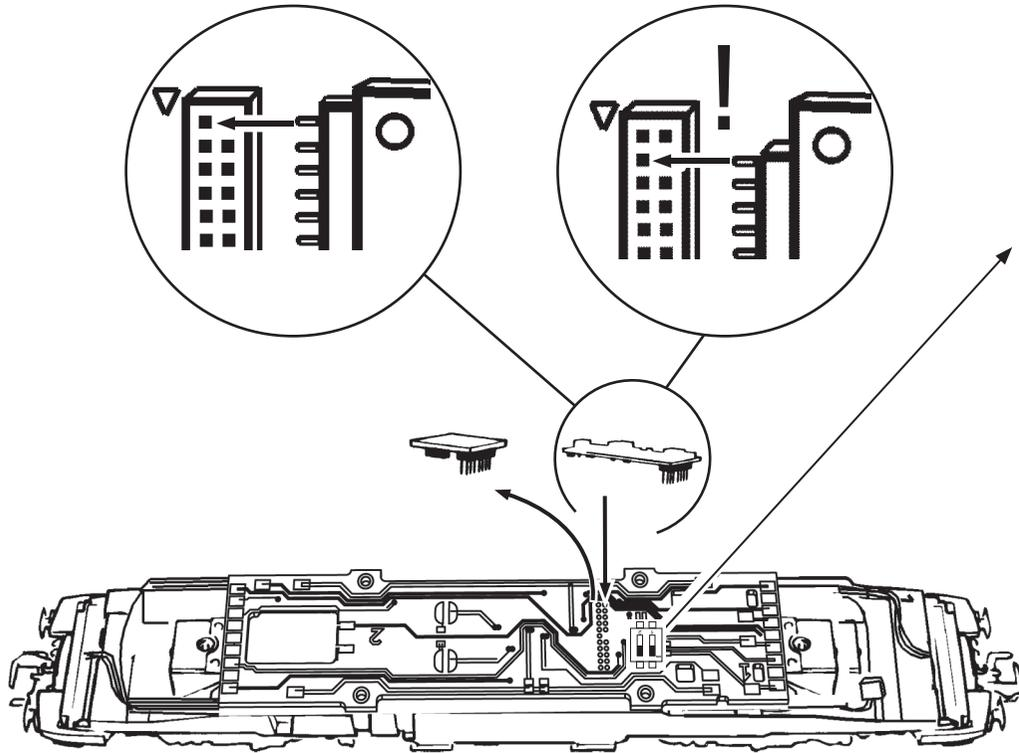

Fig. 8
**2. Schmierung:** Versehen Sie die im Schmierplan in Fig. 8 gekennzeichneten Stellen mit nur **kleinen Öltröpfen**. Dazu zuerst das Lokgehäuse abnehmen (Fig. 3). Wir empfehlen den **ROCO Öler Art.-Nr. 10906**. Fürs Schmieren der Getriebeteile (Zahnräder, Schnecke) empfehlen wir das **ROCO-Spezialfett Art.-Nr. 10905**. Im Falle der Schmierung diese Teile **nicht ölen**.
**2. Lubrication:** Apply **tiny oil drops** to spots marked in fig. 8. Prior to lubrication dismantle locomotive (fig. 3). We recommend using item no. **10906, Roco oiler**. For lubrication the gearparts (e.g. cogwheels, worm) we should recommend our Roco **special grease** (item no. **10905**).
**2. Smörjning:** Lägg små droppar olja på platserna som vitsas på fig. 8. **ROCO:s olja art. nr: 10906** rekommenderas för detta. Använd **ROCO:s specialfett art. nr. 10905** för smörjning av kuggjul. Om dessa delar redan är smorda/infettade vänta med smörjning/infettning till ett senare tillfälle.